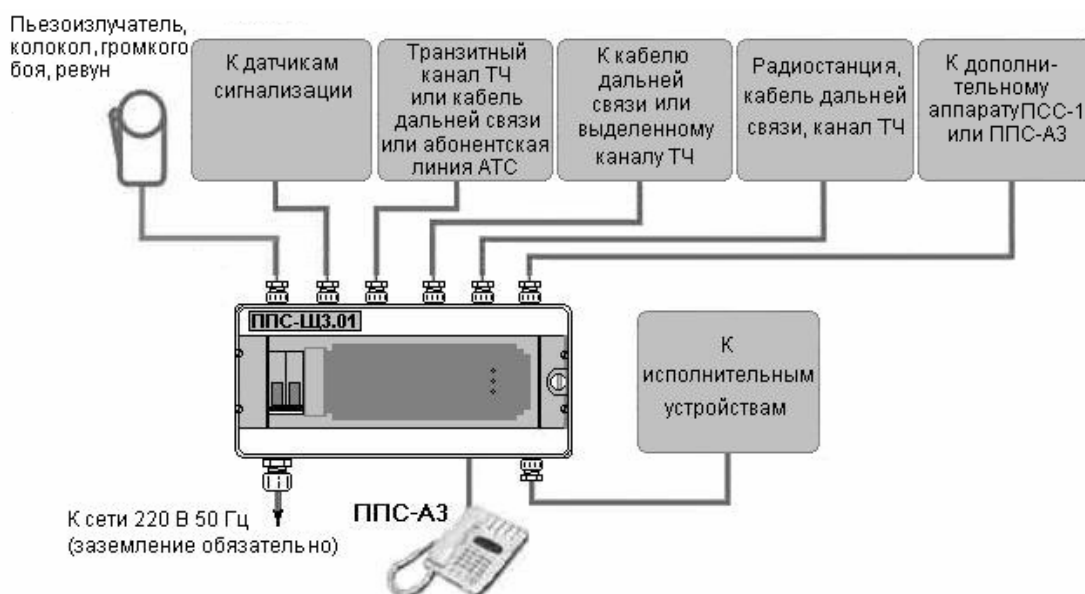

Рисунок 1.1
1.1.1 Устройство сопряжения и защиты ППС-ЩЗ МИРК.468354.004 (см. рисунок 1.1) предназначено для установки и работы в составе аппаратуры в промежуточных пунктах связи (ППС) с целью обеспечения функций, приведенных в таблице 1.1.